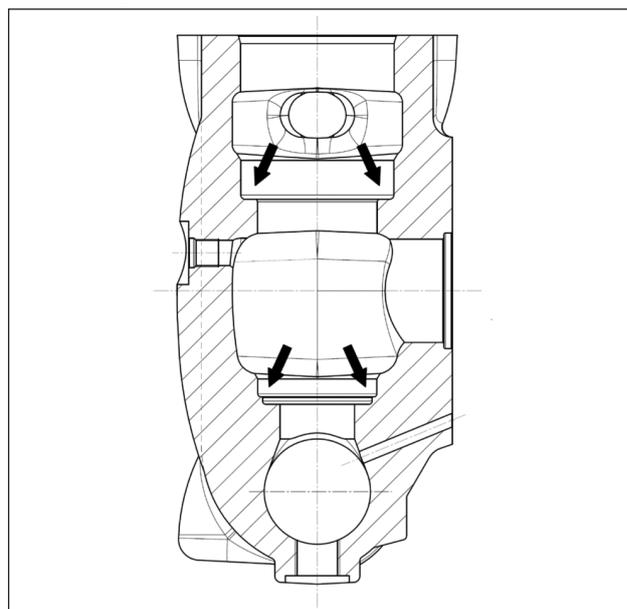

Fig. 115
**Prima di riposizionare i gruppi valvola pulire ed asciugare perfettamente i relativi alloggiamenti nella testata indicati dalle frecce (pos. ①, Fig. 115).**